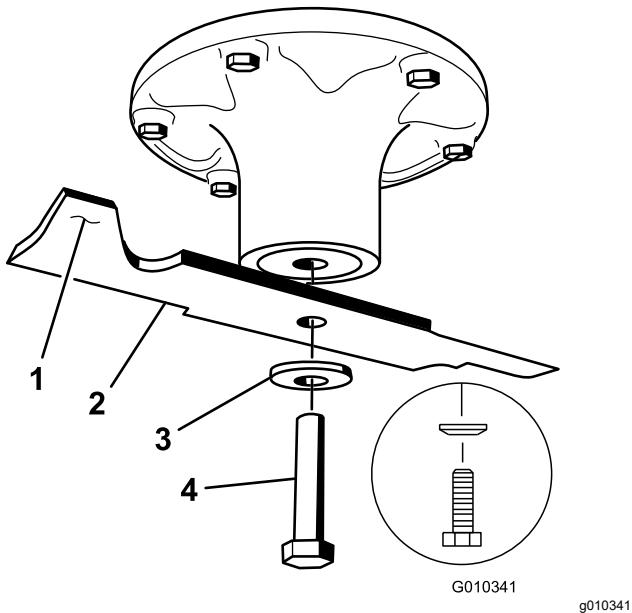

Figure 74
2. Enlevez de l'axe le boulon, la rondelle bombée et la lame (Figure 74).